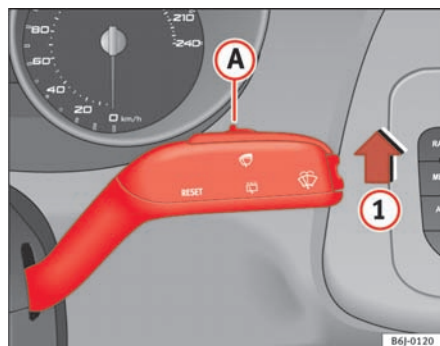

Fig. 61 Betjeningsarm til viskerne
- Tryk betjeningsarmen til viskerne til position ① ⇒ fig. 61.